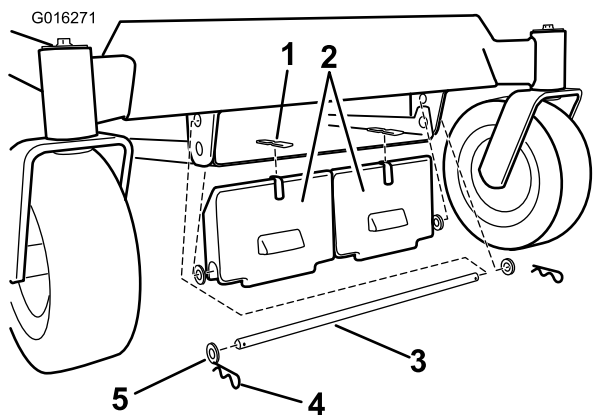

Figur 1
1. För maskiner med en behållare till klipparhuset tar du bort de två muttrarna och skruvarna som fäster klipparhusets behållares främre del vid maskinen (Figur 1). Kontrollera att behållaren har monterats när vikterna har fästs.
4. För maskiner med en behållare till klipparhuset monterar du klipparhusets behållare på maskinen (Figur 1).